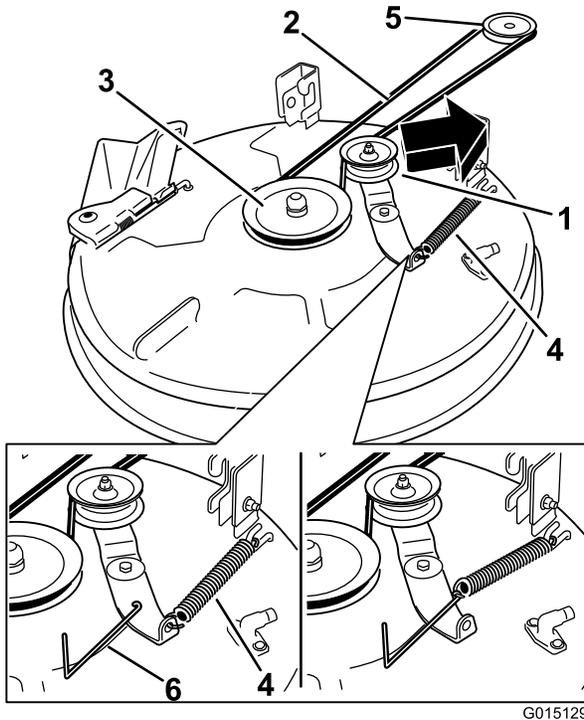

Figura 58
4. Utilize um removedor de molas (peça Toro n.º 92-5771), remova a mola intermédia do gancho da plataforma para retirar tensão da polia intermédia e role a correia para fora das polias (Figura 58).
5. Coloque a nova correia em redor da polia do motor e nas polias do cortador (Figura 58).
6. Utilize um removedor de molas (peça Toro n.º 92-5771), instale a mola intermédia por cima do gancho da plataforma para colocar tensão da polia intermédia e na correia do cortador (Figura 58).